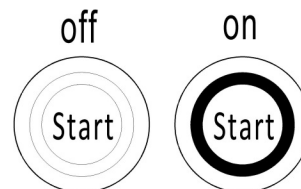

Fig.8: Knapafbryder
Træk nødknappen ud (Fig.1, 20), tryk på knapafbryderen, og en grøn lysdiode vil tænde på knappen (Fig.8). Indtast koden på pinkode panelet og tryk på √-knappen for at starte trucken. Trucken kan også aktiveres med en RFID-adgangskort.
SKS12xx Lithium: Sørg altid for at sænke gaflerne helt ned. Tryk på knappen, den grønne LED-ring slukkes (Fig.8), og tryk derefter på nødknappen (20).